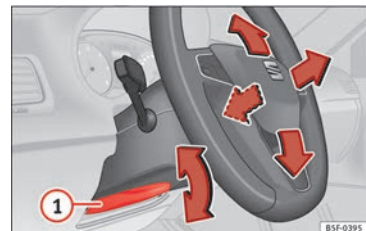

Abb. 19 Hebel auf der linken unteren Seite der Lenksäule.
• Lenkradposition einstellen: Ziehen Sie den Hebel **Abb. 19** nach unten, bringen Sie